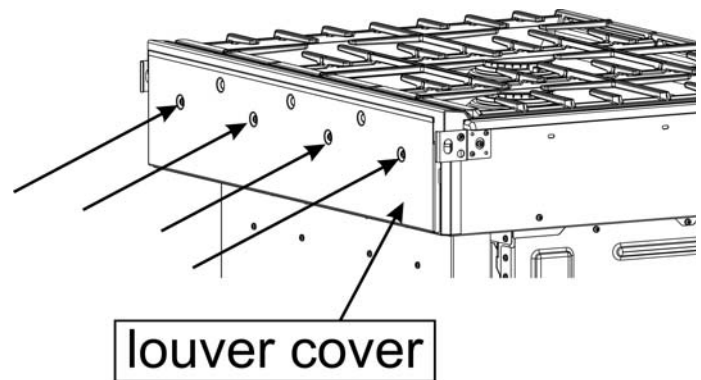

Figura 1: Ubicaciones de los tornillos de la cubierta de la rejilla de ventilación trasera
## Procedimiento para una estufa deslizante de dos combustibles que incluye la cubierta de la rejilla de ventilación (consulte la Figura 1)
2. Deslice la estufa hacia afuera lo suficiente como para tener acceso a los tornillos de montaje de la cubierta de la rejilla de ventilación trasera. Consulte la Figura 1: Ubicaciones de los tornillos de la cubierta de la rejilla de ventilación trasera.
3. Si su estufa no incluye la cubierta de la rejilla de ventilación (consulte la Figura 1), diríjase al procedimiento que comienza en la página 4.
4. Retire los cuatro tornillos que sujetan la cubierta de la rejilla de ventilación trasera (consulte la Figura 1). Guarde estos tornillos para volver a colocar la cubierta de la rejilla de ventilación.